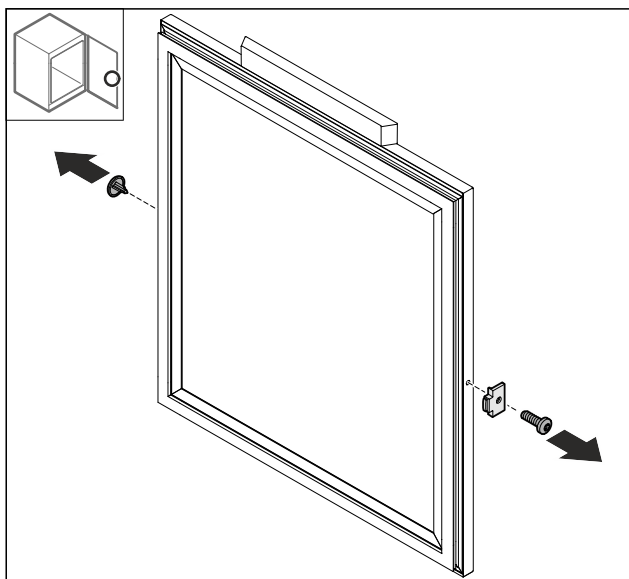

Fig. 77
- Hiqni kapakun mbulues Fig. 77 (1).
- Çmontoni ndaluesin e derës Fig. 77 (2).